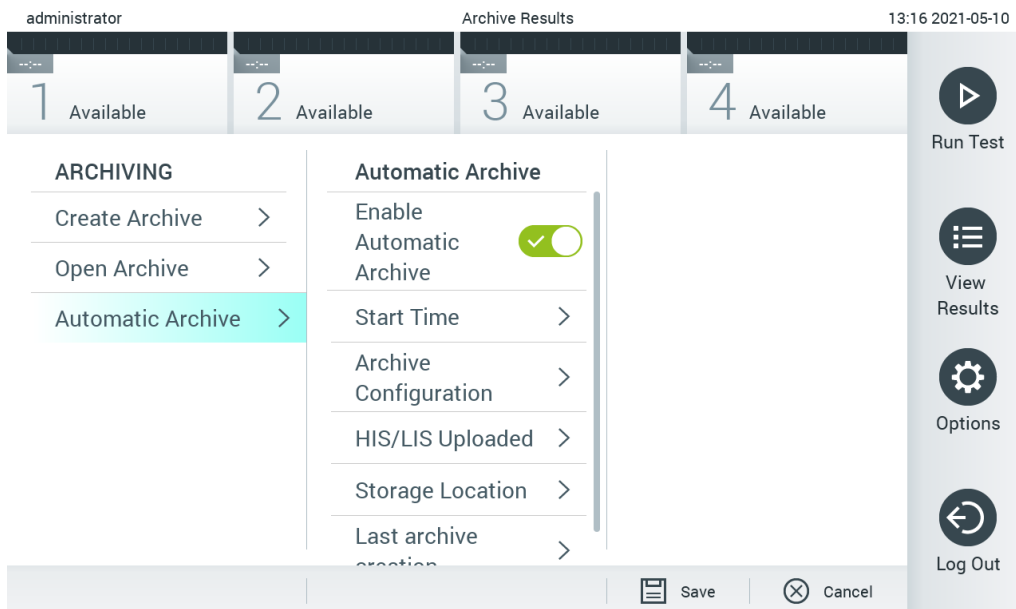

図 57. Automatic archive（自動アーカイブ）オプション。
2. **Automatic Archive** (自動アーカイブ) を押して、機能を有効にします (図 57、次のページ)。